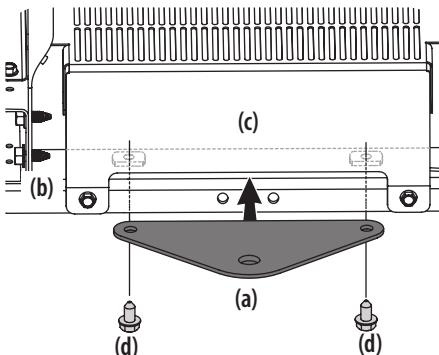

Figure 14
- Faites glisser la plaque d'attelage (a) entre le châssis (b) et le couvercle arrière (c) de votre appareil. Voir Figure 14.
- Lorsque les trous de la plaque d'attelage (a) et du châssis (b) sont alignés, insérez les deux boulons hexagonaux (d) dans le châssis (b) et dans la plaque d'attelage (a). Voir Figure 14.